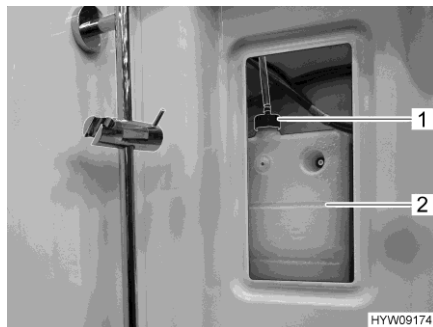
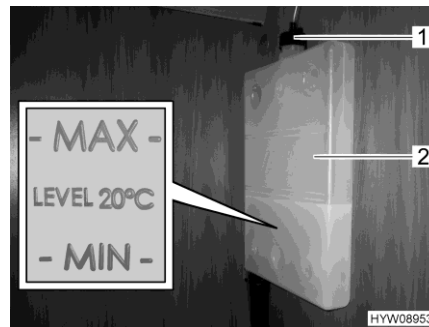

Bild 212 Expansionsbehållare
Bild 213 Markering "MIN/MAX"
- Ta bort skyddet för expansionsbehållaren (Bild 212,2) till höger uppe i duschen.
- Kontroll av vätskenivå utförs på expansionsbehållaren (Bild 213,2), nivån skall ligga mellan markeringarna "MIN" och "MAX" (Bild 213).
- Vredet (Bild 212,1 eller Bild 213,1) på expansionsbehållaren öppnas.